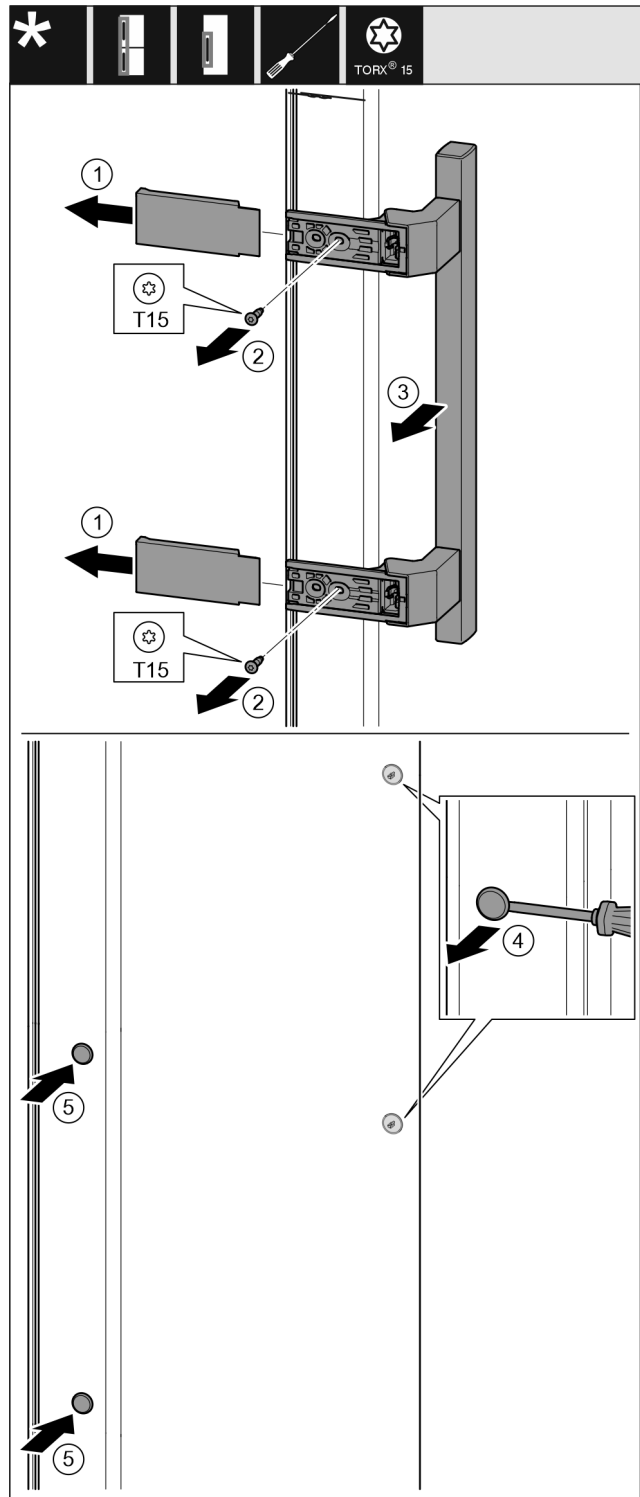

Fig. 37
- ▶ Зніміть кришку. Fig. 37 (1)
- ▶ Викрутіть гвинти за допомогою викрутки T15. Fig. 37 (2)
- ▶ Зніміть ручку. Fig. 37 (3)
- ▶ За допомогою шліцевої викрутки обережно підійміть бокову пробку та витягніть її. Fig. 37 (4)
- ▶ Знову вставте пробку з іншого боку. Fig. 37 (5)